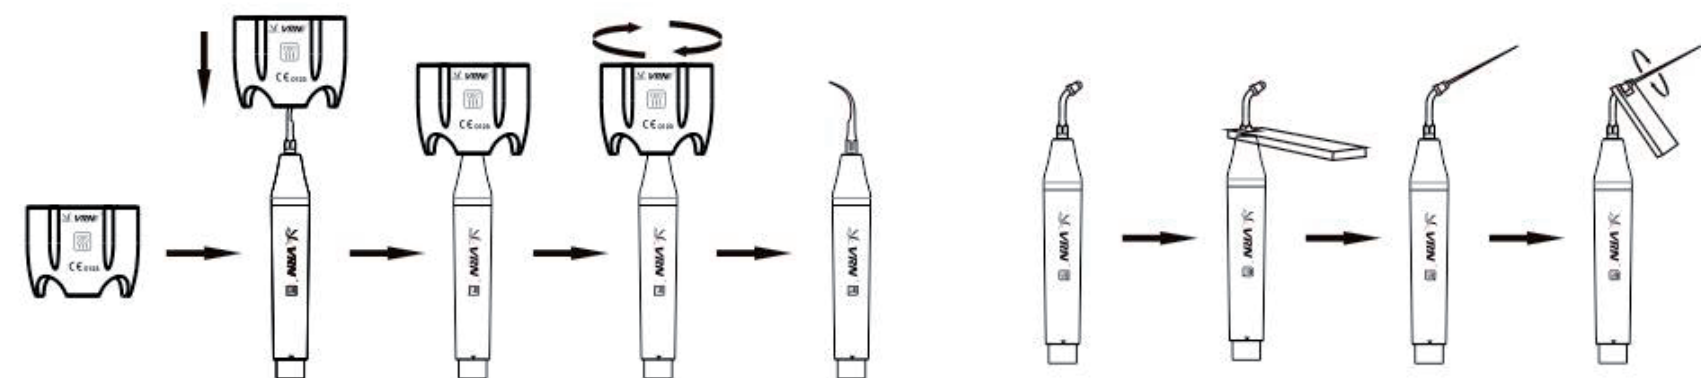

Рисунок 3
3.1.4 Інструкція з використання динамометричного ключа (див. рис. 3)